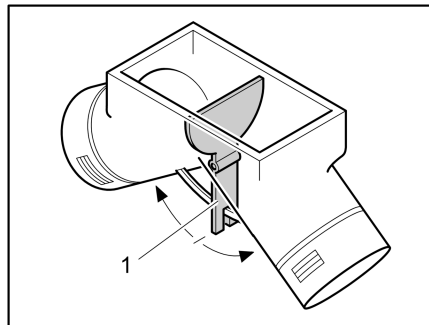

Fig. 115 Ventola di ricircolo dell'aria, sportello di impostazione su posizione centrale
Sulla posizione centrale l'aria calda si distribuisce uniformemente in entrambe le uscite di aria calda. La leva di comando (Fig. 115,1) per lo sportello di impostazione si trova sotto lo sportello del pavimento nell'armadio guardaroba.
- Spingere la leva di comando (Fig. 115,1) nella direzione della freccia fino alla posizione desiderata.